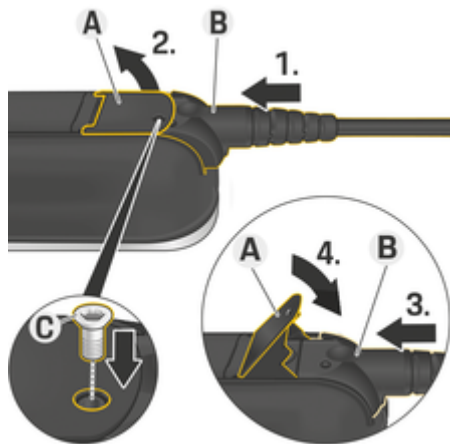

Fig. 236: Feste kabelen og pluggen
✓ Spaken **A** (Fig. 236) er lukket.
1. Skyv pluggen **B** (Fig. 236) inn i betjeningsenheten til du kjenner motstand.
2. Løft spaken **A** (Fig. 236).
3. Skyv pluggen **B** (Fig. 236) helt inn.
4. Lukk spaken **A** (Fig. 236).
5. Skru fast pluggen **B** (Fig. 236) i betjeningsenheten ved hjelp av skruen **C** (Fig. 236).